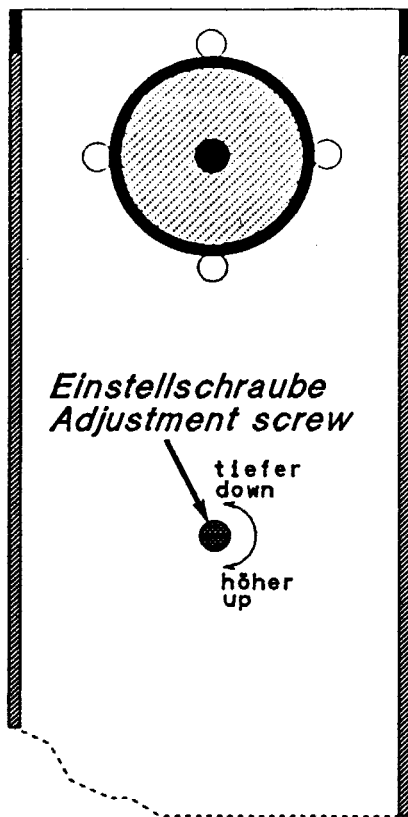

Fig. 3
- Mit der Sechskantschraube (Fig.3, Pos.4) den Andruckarm auf Höhenmitte des Zentrierpucks einstellen (Fig.5).
- placer le bras de pression au milieu du point de centrage avec la vis hexagonale (fig.3, pos.4)